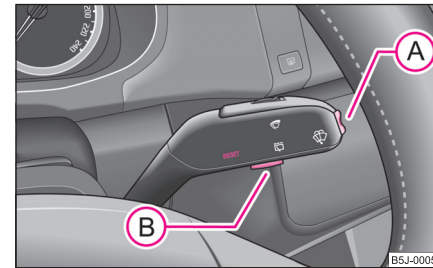

Abb. 10 Informationsdisplay: Bedienungselemente
- Das Menü aktivieren Sie durch Drücken der Wipptaste (A) ⇒ Abb. 10 länger als 1 Sekunde.
- Über die Wipptaste (A) können Sie unter den Menüs wählen. Nach kurzem Drücken der Taste (B) oder nach dem Loslassen der Wipptaste (A) (nach ca. 4 Sekunden) wird die gewählte Information angezeigt.